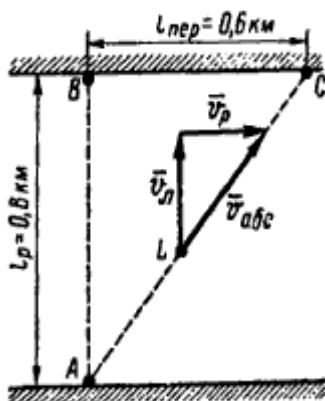

Рис. 18. Схема движения лодки относительно берегов в текущий момент времени
Скорость течения у берегов и на середине реки считать одинаковой (рис. 18).
4. Из прямоугольного треугольника скоростей (рис. 18) вычисляем абсолютную скорость – скорость лодки относительно берегов